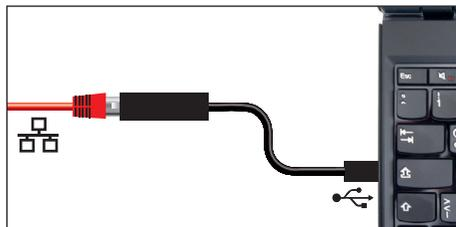

Fig. 7 Convertitore Ethernet – USB
- ▶ Convertitore Ethernet USB (Fig. 7). In questo modo è possibile collegare la porta Ethernet dell'apparecchio (v. pag. 13) con la porta USB di un PC/portatile.